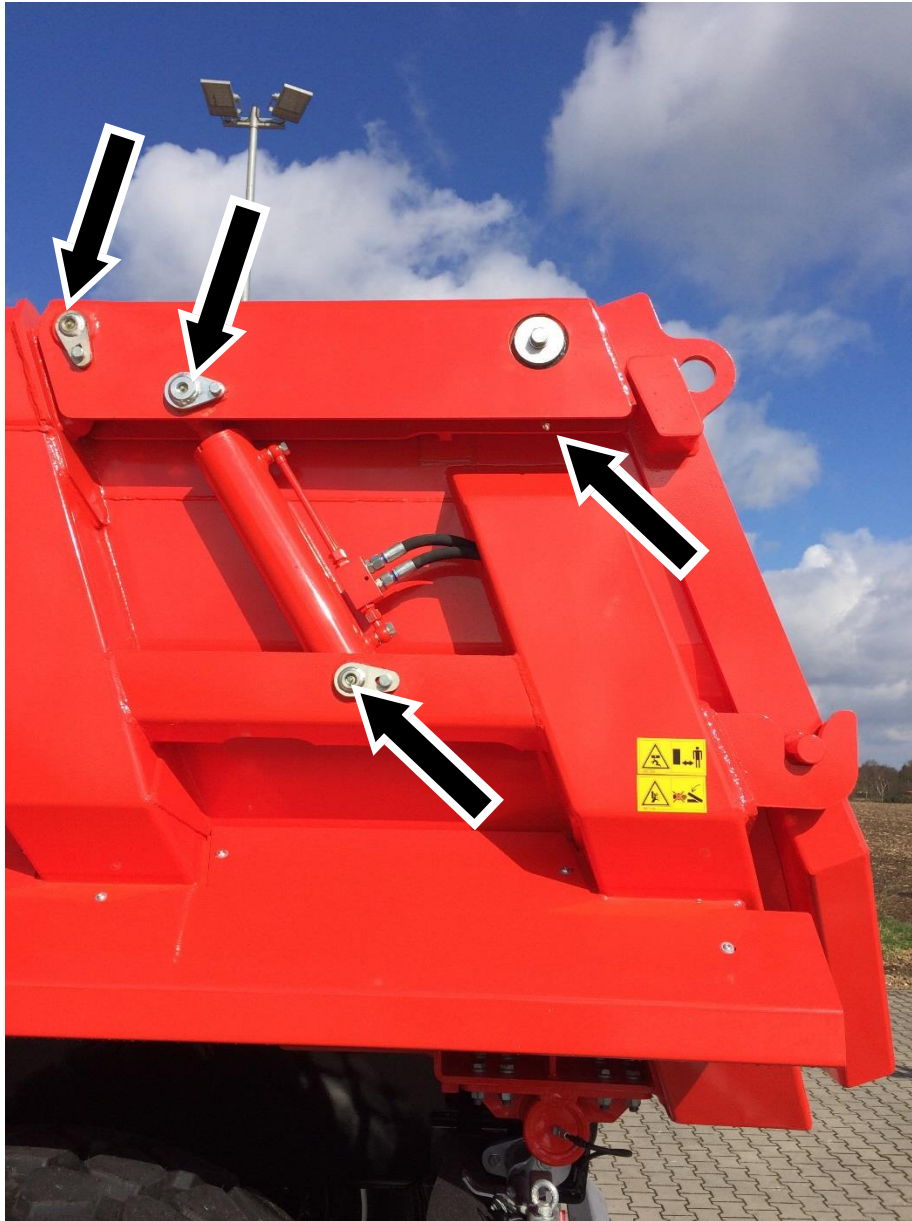

Abbildung 46: Heckklappe schmieren
- ⇒ 3 Schmiernippel je Seite (siehe Abbildung 46).